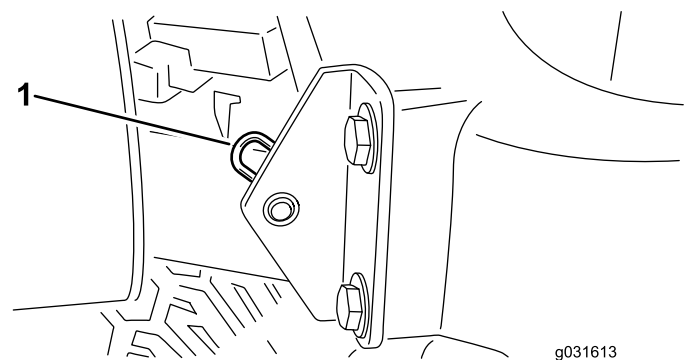

Bild 33
2. Entfernen Sie den Splint, mit dem das Gelenk der Motorhaube an den Befestigungshalterungen befestigt ist (**Bild 33**).